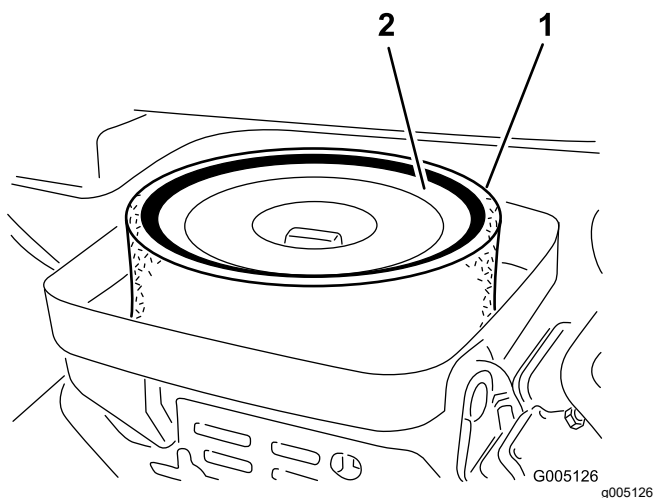

図 38
3. エレメントをエアクリーナに固定している蝶ナットを外す 図 38。
4. スポンジ 図 38 を点検し、汚れていればペーパーエレメントから外す。以下の要領で丁寧に清掃してください